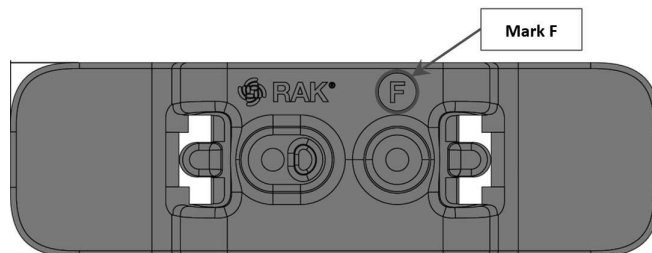

Abbildung 26: Mit dem Buchstaben F gekennzeichnetes Befestigungszubehör
1. Verwenden Sie für die DIN-Halterung zwei (2) Halterungszubehöerteile mit der Kennzeichnung „F“, wie in **Abbildung 26** dargestellt.